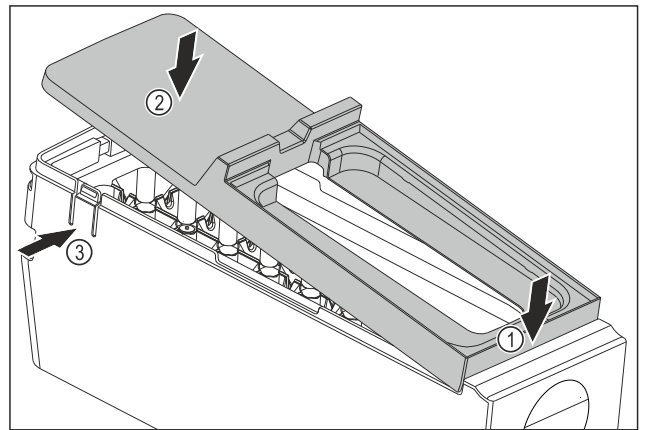

Fig. 81
- ▶ Monter le couvercle du corps de l'EasyTwist-Ice : Placer le couvercle à l'avant. Fig. 81 (1)
- ▶ Abaisser le couvercle à l'arrière. Fig. 81 (2)
- ▷ L'enclenchement du couvercle dans les deux languettes Fig. 81 (3) se fait entendre.